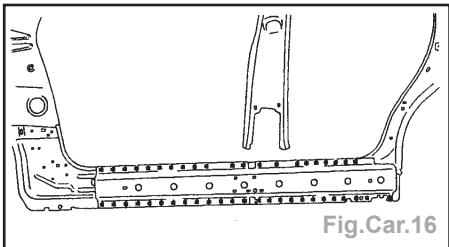

Fig.Car.16
- Dégraver les points à l'aide d'une fraise de Ø 8 mm (Fig.Car.16).
- Souder par points électriques et par points bouchons MAG (Fig.Car.16).